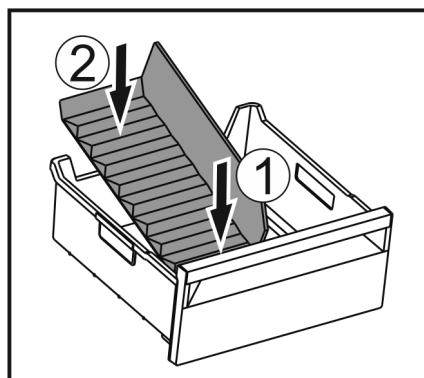

Fig. 139
- ▶ Vložte přední část přepážky přihrádky na led. Fig. 139 (1)
- ▶ Zadní část přepážky přihrádky na led spusťte až na dno zásuvky. Fig. 139 (2)